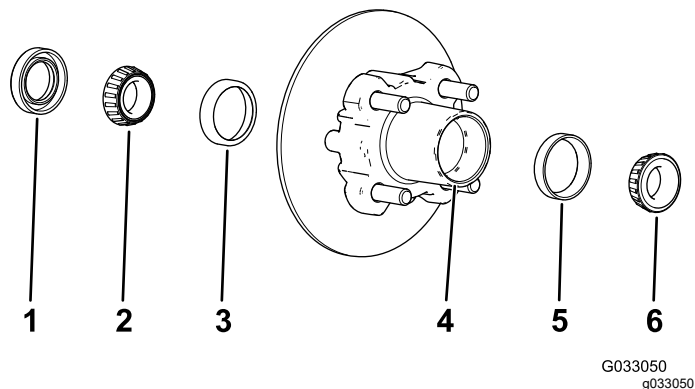

Figura 26
1. Scoateți rulmentul exterior și calea de rulare a rulmentului din butuc (Figura 26).
2. Îndepărtați garnitura și rulmentul interior de pe butuc (Figura 26).
5. Curățați cavitatea butucului de toate urmele de grăsime, murdărie și reziduuri (Figura 26).
7. Umpleți cavitatea butucului între 50% și 80% cu lubrifiantul specificat (Figura 26).
8. Montați rulmentul interior pe calea de rulare din partea interioară a butucului și instalați garnitura (Figura 26).